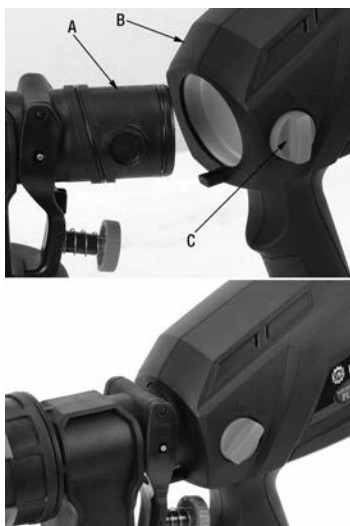

Figure 3
L'attachement du pistolet (A) Fig.3 et le corps/moteur assemblé (B) doivent être assemblés. Insérez l'attachement du pistolet dans l'ouverture du corps/moteur assemblé. Poussez aussi loin que possible, puis tournez le bouton de verrouillage (C) dans le sens horaire pour fixer les deux pièces ensembles.